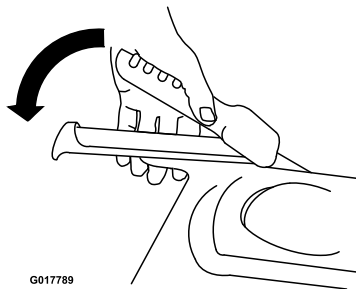

Figura 12
2. Apriete lentamente la palanca de tracción izquierda hacia la empuñadura (Figura 12).